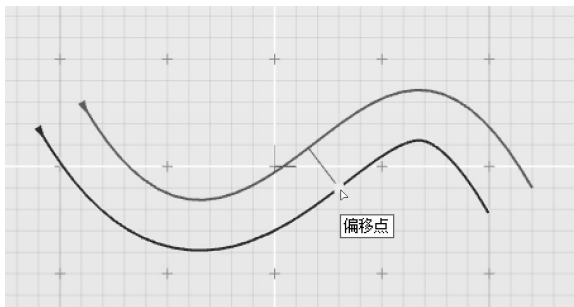

图 3-41 交互式调整偏移距离
3) 选中偏移曲线，切换到“编辑参数”模式。用鼠标点选亮蓝色的“偏移点”，可交互式调整偏移距离，如图 3-41 所示。